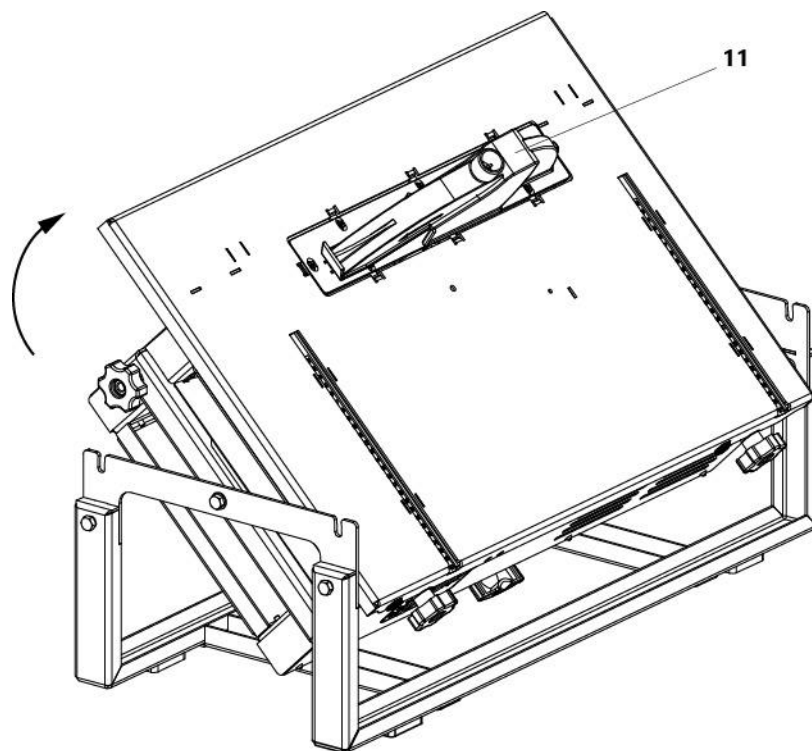

Рисунок 2. Поворот станка с операции пиления на строгание
ручками 8. При переходе с операции пиления на строгание обязательно установите на расклинивающий нож 2 кожу 11 (рис. 2).
**Перед началом настройки операции строгания обязательно установите кожух 11 на расклинивающий нож (рис. 2).**